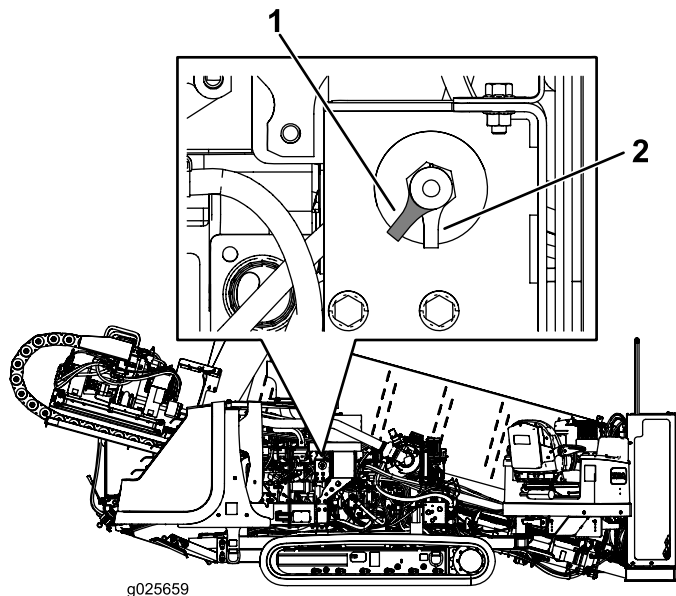

Bild 23
- Drehen Sie den TRENNSCHALTER der Batterie nach rechts in die EIN-Stellung, um die Maschine mit Strom zu versorgen (Bild 23).
- Drehen Sie den TRENNSCHALTER der Batterie nach links in die AUS-Stellung, um die Stromzufuhr zur Maschine zu unterbrechen (Bild 23).